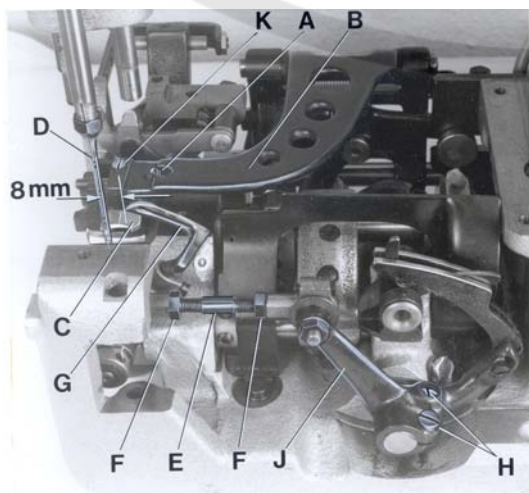
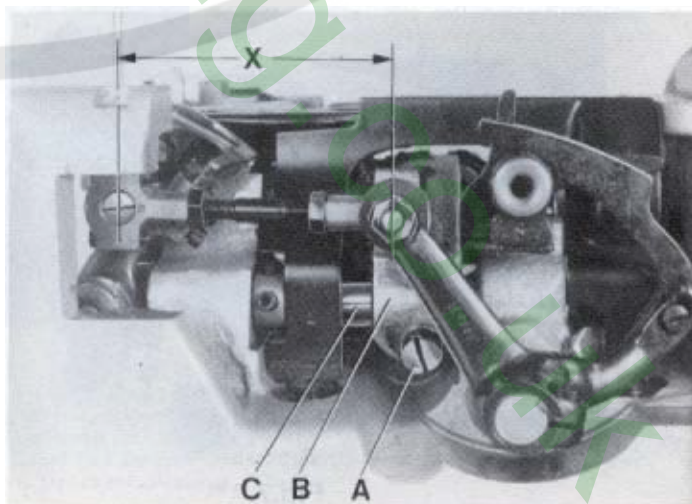
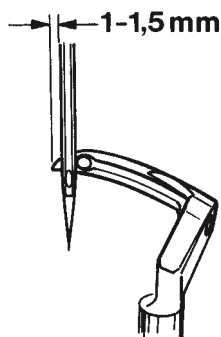
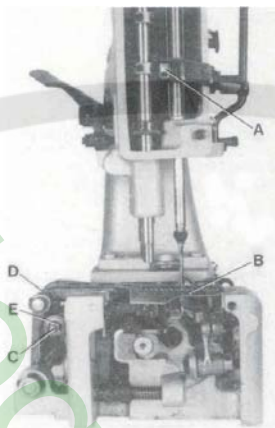

Fig. 3
Fig.4
Fig.5
Fig.6
Remove the presser foot, throat plate and feed dog and on styles 80800H and HA also the needle guard for convenient access to the machine. On styles 80800C, D and E loosen the screw (A, Fig. 3) in the feed bar (B) and push the feed bar needle guard (C) to the rear to avoid its contacting the needle (D).
For the two thread double locked stitch styles 80800C, E, H and HA, set the looper connecting rod (E) so the distance (X, Fig. 4) between the center lines of the two ball joints is 69.8 mm (2 3/4"). The dimension (X, Fig. 4) should be 68.3 mm (2 11/16) on the single thread chain stitch style 80800D. For adjustment loosen the two nuts (F, Fig. 3) and turn connecting rod (E) forward or backward as required to obtain specified dimension, retighten nuts (F).
Rotate the machine pulley in operating direction so that the looper moves from right to left. The looper point should pass as close as possible to the back of the needle without contacting 0.08 to 0.13 mm (.003 to .005") clearance. For adjustment loosen screws (A, Fig. 4) in the looper eccentric fork (B) and turn looper rocker shaft (C) on the looper rocker forward or backward as required. Retighten screw (A).
Quite el pie prensa tela, la placa de la aguja y el diente de arrastre y en las máquinas 80800H y HA también el guarda aguja para tener mejor acceso a la máquina. En los estilos 80800C, D y E suelte el tornillo (A, Fig.3) en la barra de alimentación B y mueva el guarda aguja (C) en la barra de alimentación hacia atrás para evitar que tenga contacto con la aguja (D).
Para las máquinas de dos hilos como 80800C, E, H y HA ajuste la barra del looper (E) para que la distancia (X, Fig. 4) entre los centros de las juntas tenga una distancia de 69,8 mm (2 3/4"). Esta distancia (X, Fig. 4) debería ser 68,3 mm (2 11/16) en las máquinas de un solo hilo 80800D. Para ajustarlo suelte las dos tuercas (F, Fig. 3) y gire la barra (E) hacia adelante o hacia atrás para conseguir la distancia requerida. Apriete nuevamente las tuercas (F).
Gire el volante en sentido de operación para que el looper se mueva desde la derecha hacia la izquierda. La punta del looper debería pasar muy cerca detrás de la aguja sin tocarla – distancia 0.08 a 0,13 mm (.003 a .005"). Para lograr este ajuste debería soltar el tornillo (A, Fig. 4) en la horquilla excéntrica (B) del looper y girar el eje del looper (C) hacia adelante o hacia atrás. Apriete el tornillo (A) otra vez.
Remove the face cover on machine arm. Rotate machine pulley in operating direction until the looper point, moving to the left, projects 1 to 1.5 mm (.040" to .060") left of the needle (see Fig. 5). Lower edge of looper and upper edge of needle eye must be flush in this position. If adjustment is necessary, loosen clamp screw (A, Fig. 6) in the needle bar connection and move the needle bar up or down, as required. Retighten screw (A) and remount face cover.
At highest point of feed dog travel, the feed dog (B, Fig. 6) should be set so, that the rear teeth project their full depth above the throat plate surface. For setting remove the feed dog and adjust the supporting screw (K, Fig. 3) on the top of the feed bar to the required height. Remount the feed dog, and on styles 80800H and HA also the needle guard.
On styles 80800C, D and E stud (C, Fig. 6) for changing the stitch length is accessible from the outside. On styles 80800H and HA the housing for the tape cutter and the rear cloth plate have to be removed for changing the stitch length.
The length of the stitch can be adjusted by raising or lowering the stud (C, Fig. 6) in the segment slot of the feed rocker (D). Lowering stud (C) will lengthen the stitch. After loosening nut (E), stud (C) can be moved accordingly. When the desired stitch length is obtained, retighten nut (E). Remount housing for cutter and rear cloth plate on styles 80800H and HA.
The needle guard (C, Fig. 3) has to be set so, that it just contacts the needle at its most forward point of travel, without deflecting it. On styles 80800C, D and E loosen screw (A, Fig. 3) in the feed bar (B) and adjust the needle guard (C) accordingly. Retighten screw (A). On styles 80800H and HA loosen the feed dog fastening screw and move the needle guard accordingly. Retighten screw and make sure that the feed dog rests on the supporting screw in the feed bar.
El largo de la puntada se ajusta moviendo el perno (C, Fig. 6) en la ranura del eje oscilante (D). Bajando el perno (C) pone la puntada mas larga y subiéndolo la pone mas corta. Después de aflojar la tuerca (E), el perno (C) se deja mover. Cuando se logra el largo de la puntada deseado, hay que apretar la tuerca (E) otra vez. Vuelva a montar la chumacera para el cortador de cinta y la plancha de costura en los estilos 80800H y HA.
Hay que ajustar el guarda aguja (C, Fig. 3) para que toque en su movimiento hacia delante la aguja pero no la desvíe.
En los estilos 80800C, D y E suelte el tornillo (A, Fig. 3) en el soporte del transportador (B) y ajuste el guarda aguja (C). Apriete el tornillo (A) nuevamente.
Remueva la tapa frontal en el brazo de la maquina. Gire el volante de la maquina en sentido de operación hasta que la punta del looper pase 1 a 1,5 mm (.040" a .060") la aguja (vea Fig. 5). En esta posición el borde inferior del looper tiene que encontrarse en el limite superior del ojo de la aguja. Si se requiere ajuste, suelte el tornillo (A, Fig. 6) en la conexión de la barra de la aguja y mueva la barra hacia arriba o hacia abajo como requerido. Apriete el tornillo (A) y ponga la tapa frontal otra vez.
En el punto mas alto del recorrido del alimentador, los dientes del alimentador (B, Fig. 6) deberían sobrepasar la placa de la aguja por la altura completa de los dientes. Para lograr este ajuste remueva el alimentador y ajuste el tornillo de soporte (K, Fig. 3) en la parte superior de la barra de la alimentación a la altura requerida. Monte el alimentador otra vez y en los estilos 80800H y HA también el guarda aguja.
En los estilos 80800C, D y E el perno (C Fig. 6) para cambiar el largo de la puntada se accesa desde afuera. En los estilos 80800H y HA se deben remover la chumacera para el cortador de cinta y la plancha de costura trasera para cambiar el largo de la puntada. Remueva la tapa trasera.